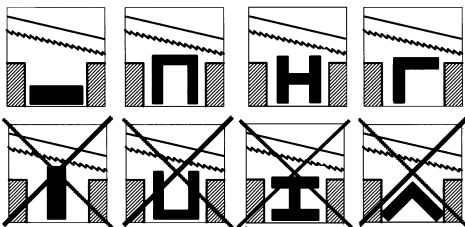

Fig. 11
4.5 POSIZIONAMENTO CORRETTO DEL PEZZO IN MORSA (Fig.11)